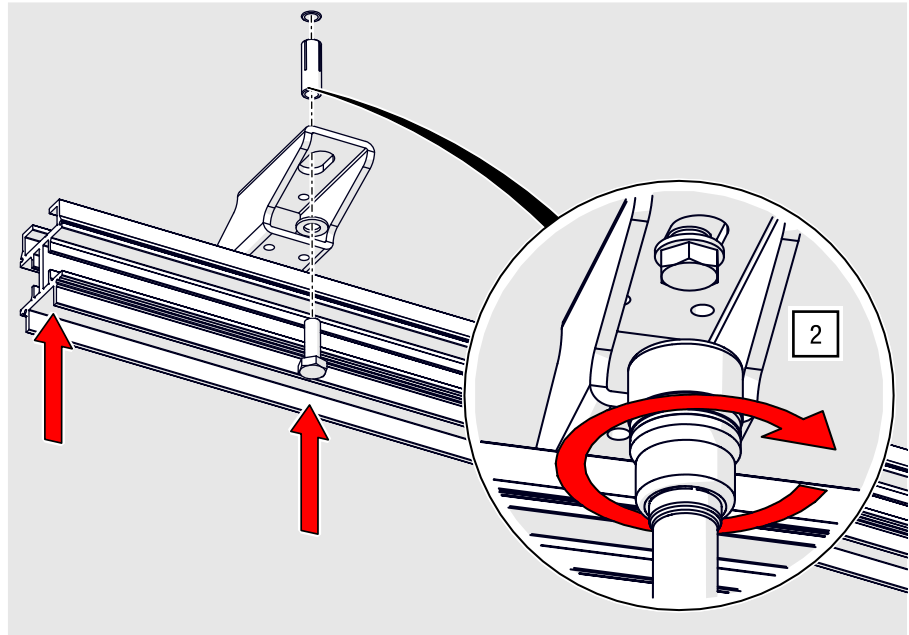

Abb. 50: Deckenmontage – Schiene an der Decke montieren
2. Verschrauben Sie die Abhängung mit für den Untergrund geeignetem Montagematerial an der Decke (Montage entsprechend Herstellerangaben; Beispiel Betondecke – siehe Abb. 50).